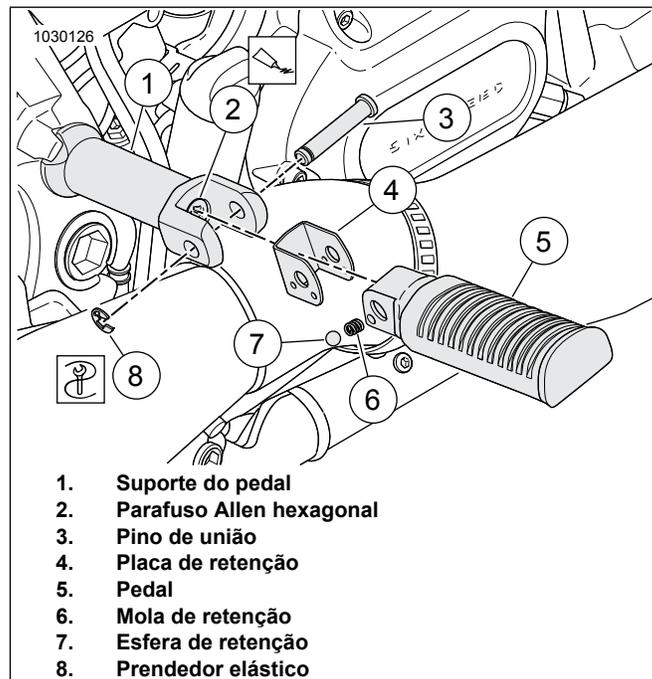

Figura 1. Pedal do passageiro Softail
1. Consulte Figura 1 Remova o prendedor elástico (8) e o pino de união (3) do suporte do pedal (1). Remova o pedal (5) e guarde-o para utilizar posteriormente.
2. Remova a placa de retenção (4), a mola de retenção (6) e a esfera de retenção (7) do suporte do pedal.
3. Remova o parafuso Allen hexagonal (2) e o suporte do pedal (1) do veículo.
Consulte Figura 1 para instalar peças do pedal novas no veículo.